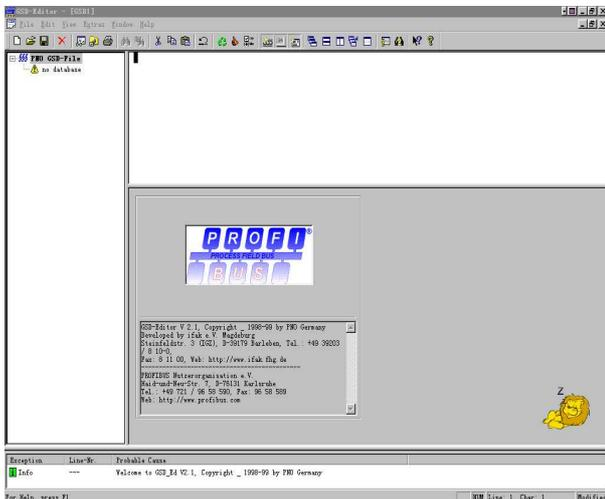
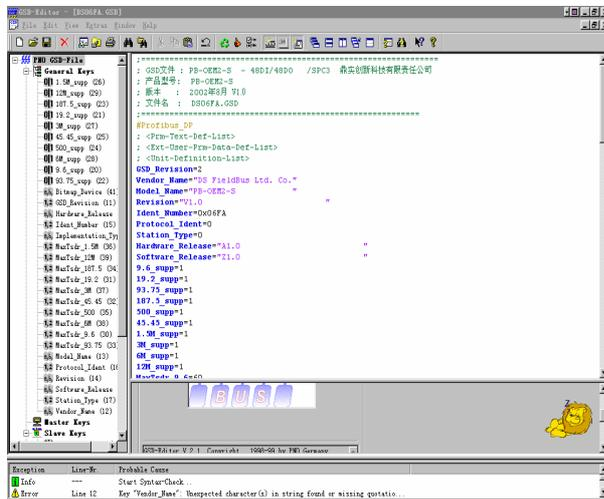

图 4-1 GSDEDIT 打开一个空文件
图 4-2 GSDEDIT 打开 DS_06FA.GSD 文件
- (1) 每一个 PROFIBUS 从站都要有一个“设备描述文件”称为 GSD 文件，用来描述该 PROFIBUS-DP 设备的特性。
- (2) GSD 文件包含了设备所有定义参数，如下：
- (3) GSD 文件是文本类文件，可用“记事本”编辑。
- (4) 无论使用什么样的系统配置软件，都要根据 GSD 文件来对 DP 设备配置。
- (5) 国际 PROFIBUS 组织 PI 提供了 GSD 文件编辑软件：gsdedit.exe.该软件依照 profibus 技术标准格式规定，对用户编辑的 GSD 文件进行格式检查。该软件的“帮助”功能强大，也是一种快速学习 GSD 文件技术的途径。见图 4-1、图 4-2。